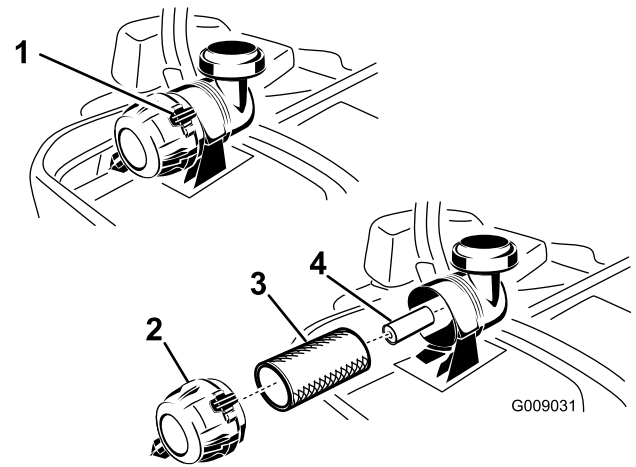

Figure 36
3. Appuyez sur les attaches du filtre à air pour les ouvrir et détachez le couvercle du corps du filtre à air (Figure 36).
5. Sortez l'élément principal du corps du filtre avec précaution (Figure 36). Évitez de cogner l'élément à l'intérieur du corps.
1. Ne nettoyez pas l'élément en papier, remplacez-le (Figure 36).
2. Si vous remplacez l'élément secondaire, insérez-le avec précaution dans le corps du filtre (Figure 36).
3. Placez ensuite l'élément principal sur l'élément secondaire avec le même soin (Figure 36). Assurez-vous qu'il est bien engagé en appuyant sur le rebord extérieur.
- Montez le couvercle, reniflard en bas, et tournez-le pour que les attaches verrouillent le couvercle en place (Figure 36).